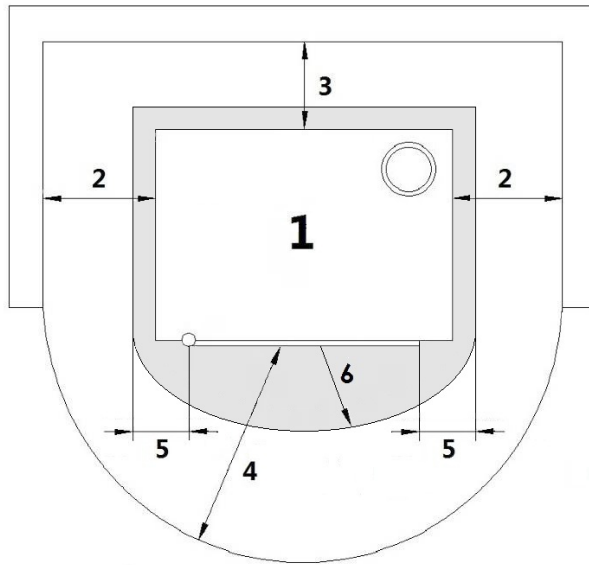

Fig. 13 - Installation générale
LÉGENDE	Fig. 13 à page 33
- Il est obligatoire d'installer le poêle éloigné des murs et/ou meubles, avec un écart minimum de 350 mm aux côtes, de 400 mm derrière, afin de permettre un refroidissement efficace de l'appareil et une bonne distribution de la chaleur dans l'ambiance (voir Fig. 13 à page 33).
- Dans les normes de sécurité de feu il faut respecter les distances des objets inflammables ou sensibles à la chaleur (canapés, meubles, revêtements en bois etc...) selon Fig. 13 à page 33.
- Si les murs sont en matériel inflammable, contrôler les distances de sécurité (voir Fig. 13 à page 33).